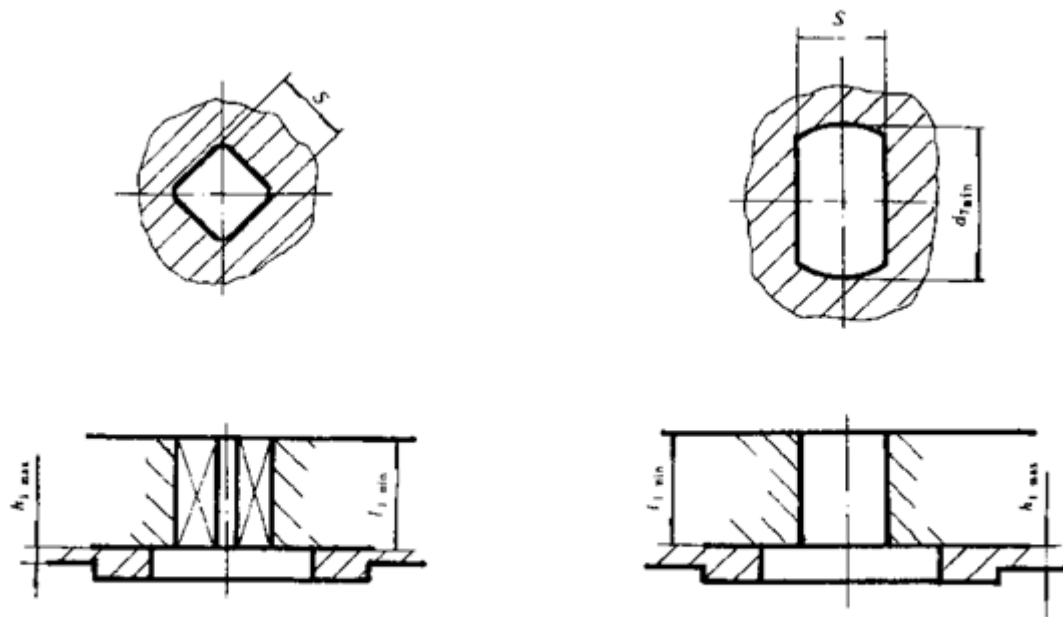

图 4
6.2 方头或扁头阀杆连接的驱动件尺寸按图 4 和表 4 的规定。